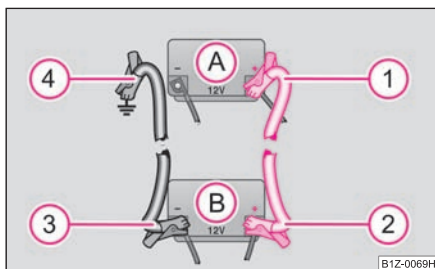

Fig. 166 Executarea pornirii cu ajutorul bateriei altui autovehicul: A - bateria descărcată, B - bateria furnizoare de curent
- Prindeți un capăt la polul plus (1) ⇒ fig. 166 al bateriei descărcate (A).
- Prindeți celălalt capăt la polul plus (2) al bateriei care furnizează curent (B).